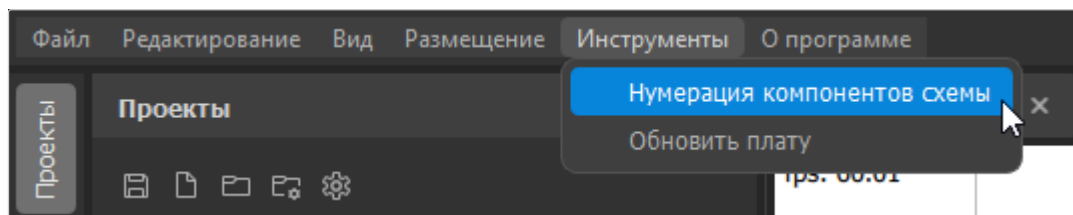

Рисунок 71. Пункт меню «Нумерация компонентов схемы»
- 1) Вызвать команду меню *Инструменты* → *Нумерация компонентов схемы* (см. рисунок 71).